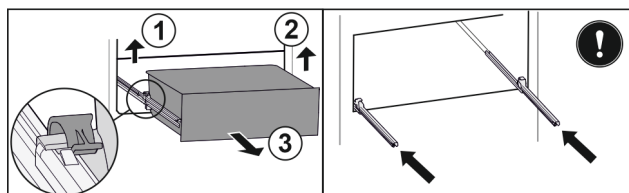

Fig. 201
- Zvedněte levou svorku a současně vytáhněte zásuvku vlevo dopředu. Fig. 201 (1)
- Zvedněte pravou svorku a současně vytáhněte zásuvku vpravo dopředu. Fig. 201 (2)
- Vyjměte zásuvku dopředu. Fig. 201 (3)